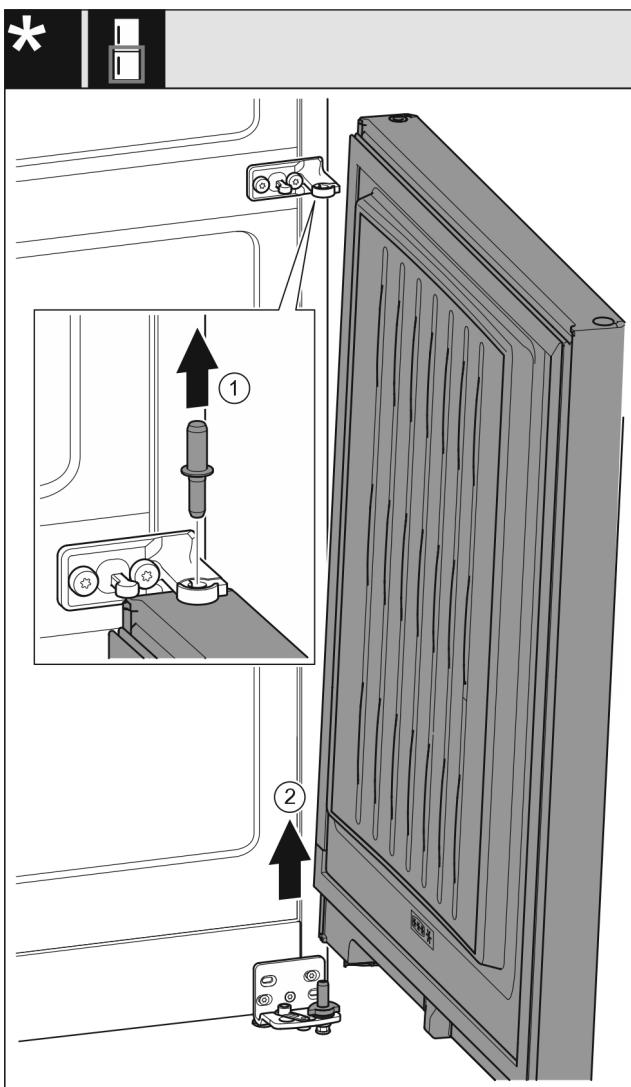

Fig. 7
- Τραβήξτε έξω τον πείρο προς τα επάνω. Fig. 7 (1)
- Ανοίξτε την πόρτα, τραβήξτε τη προς τα επάνω και παραμερίστε τη στην άκρη. Fig. 7 (2)